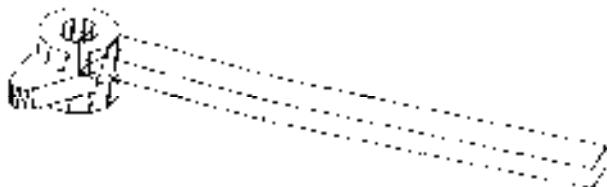

图 10-105 东南等轴测视图
- ① 单击“视图”工具栏中的“东南等轴测”按钮 $\text{Ortho}$ ，将视图切换到东南等轴测视图。如图 10-105 所示。